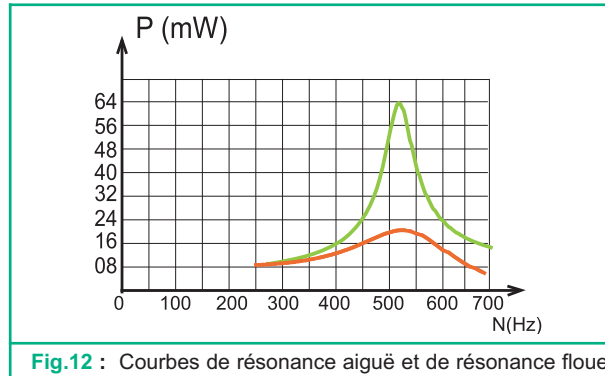

Fig.12 : Courbes de résonance aiguë et de résonance floue
- Si l'amortissement est important, lorsque  $\omega$  tend vers zéro ou  $\omega$  est très grand, la puissance transférée est quasiment nulle. Mais, au voisinage de  $\omega_0$ , P devient égale à  $U^2/R$ . Le transfert de puissance s'effectue alors quelle que soit la fréquence mais il reste faible. Par conséquent, l'amplitude des oscillations est faible. C'est ce qui justifie la résonance floue (Fig.12).
- Si l'amortissement est faible, le transfert de puissance est important. Par conséquent, l'amplitude des oscillations est élevée. C'est ce qui justifie la résonance aiguë (Fig.12).